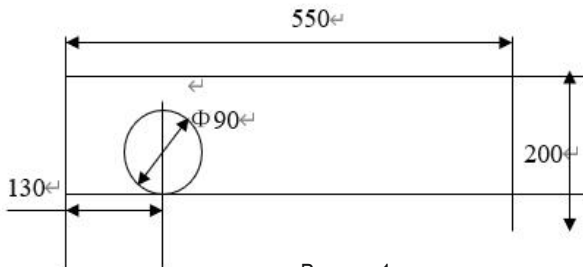

Рисунок 1
- 3.2.4 После распаковки установите твердомер горизонтально на устойчивый рабочий стол. Отклонение от горизонтали не должно превышать 1 мм на 1 м. Одновременно просверлите отверстие в указанном месте рабочего стола (Рисунок 1), чтобы обеспечить нормальную работу подъемного винта. Рекомендуемая высота рабочего стола составляет около 500 мм.